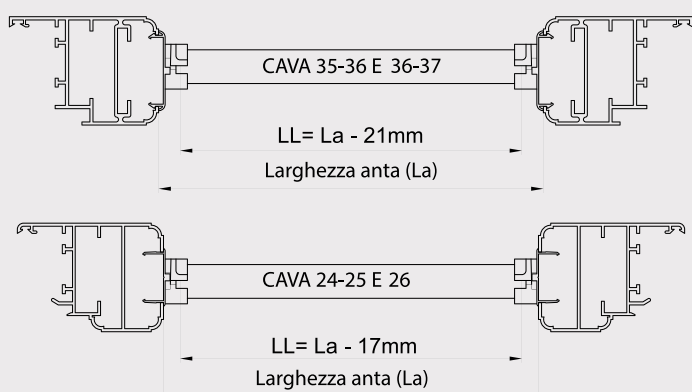

Fig. 1
Per taglio lamella (LL) vedere tabella Fig. 1, per taglio tondino (LP) vedere tabella Fig. 2.
For the louver cutting (LC) see table Fig. 1, for rod cutting (RC) see table Fig. 2.